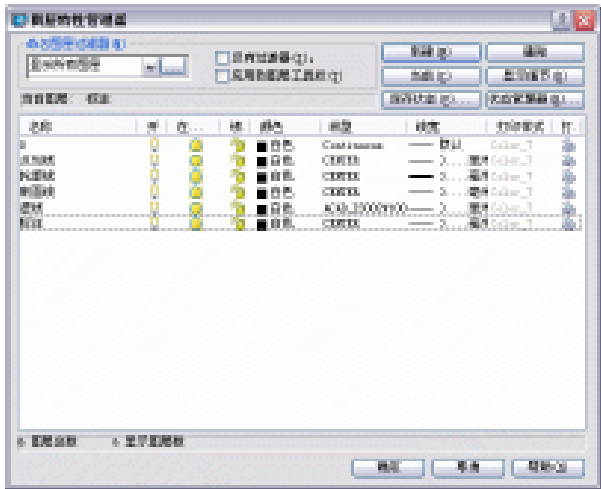

图 5-2-6
- STEP 10** 重复（2）~（9）步，新建轮廓线、剖面线、虚线和标注图层，新建的图层如图 5-2-6 所示。